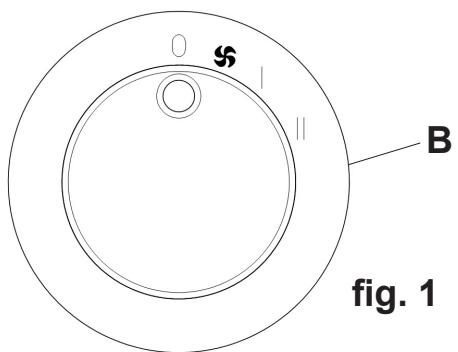
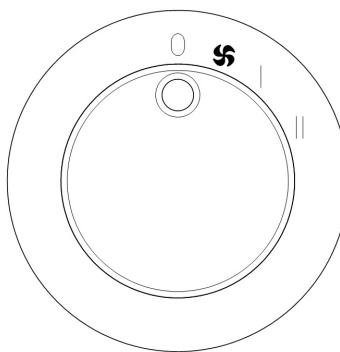
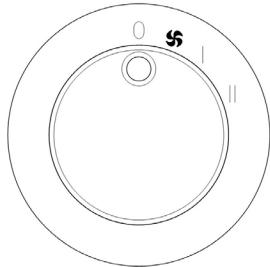

fig. 1
fig. 2
fig. 3
- Stellen Sie sicher, dass der Bezug "I" des Drehknopfes "B" (Abb. 1) mit dem Symbol "o" auf der Bedienkonsole (Abb. 2).
- Verifique que la referencia "I" de la manija "B" (fig. 1) esté alineada con el símbolo "o", presente en el panel de mandos (fig. 2).
- Per attivare la funzione VENTILAZIONE, ruotare la manopola "B" in modo che il riferimento "I" (fig. 1) sia allineato al simbolo "VENTOLA" presente sul pannello comandi (fig. 3).
- Per attivare la funzione POTENZA MINIMA, ruotare la manopola "B" (fig. 1) in modo che il riferimento "I" sia allineato al simbolo "I" presente sul pannello comandi (fig. 4).
- *To activate VENTILATION function, turn knob "B" so that reference mark "I" (fig. 1) is aligned with the "FAN" symbol on the control panel (fig. 3).*